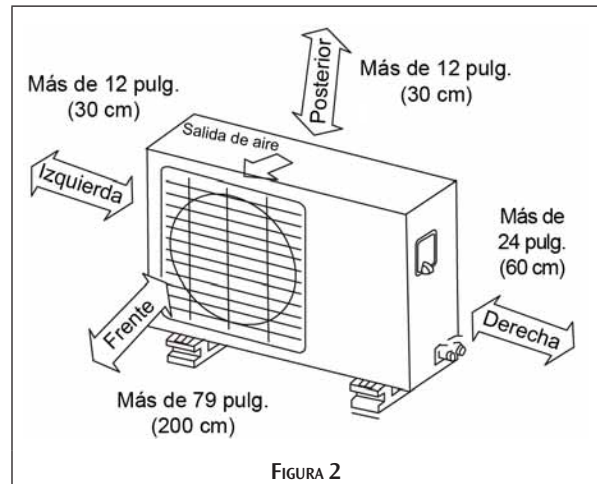

FIGURA 2
Al ubicar la unidad exterior, considere todas las obstrucciones que pueden restringir la entrada o salida del aire (vea la figura 2).
- Mantenga las distancias desde la pared u otros obstáculos que indican las flechas de la figura 2.